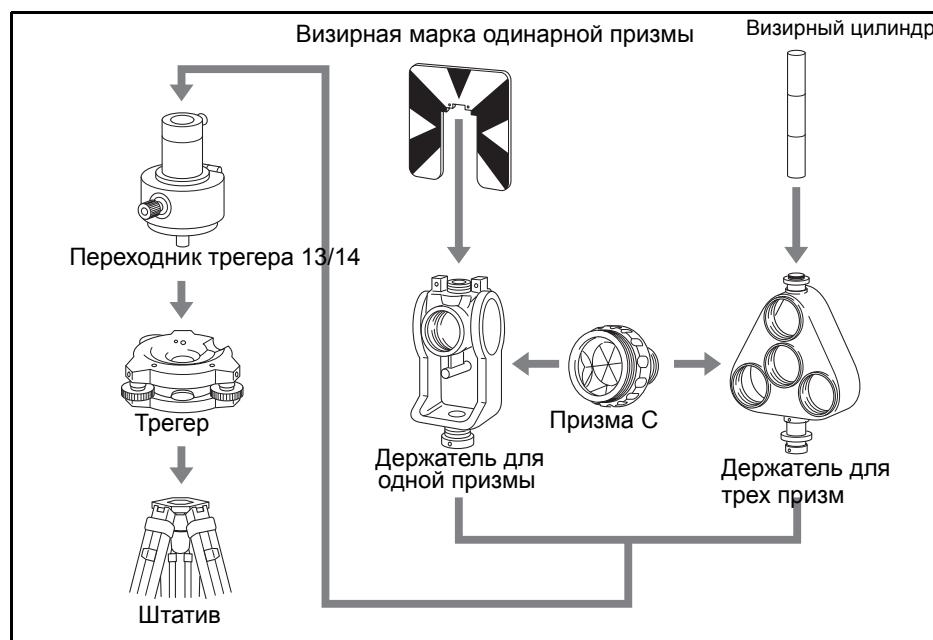

Рисунок 2.2 Сборка призменного отражателя
- Соберите отражающую марку как показано на Рис. 2.2.